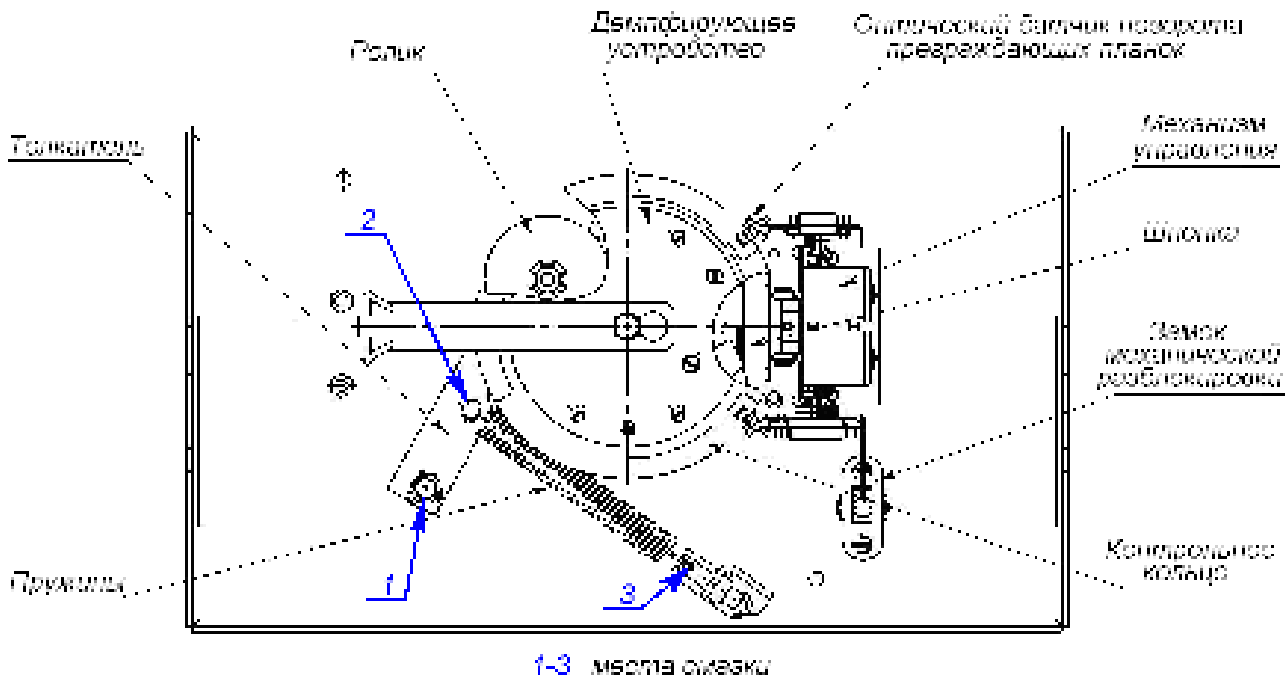

Рисунок 15. Расположение внутренних деталей и узлов стойки ЭП
2. Снимите крышку (3) в порядке, указанном в разд. 6 и положите ее на ровную устойчивую поверхность.
3. Осмотрите устройство доворота (толкатель, пружины и ролик), оптические датчики поворота преграждающих планок и демпфирующее устройство (см. рис. 15).
- четыре втулки на устройстве доворота – две на оси вращения толкателя и две на оси крепления пружин, а также отверстия в деталях крепления пружин, по две – три капли масла в каждое место смазки (места смазки указаны на рис. 15);
- механизмы секретности замка механической разблокировки (7) и замка крышки (4) со стороны замочной скважины.